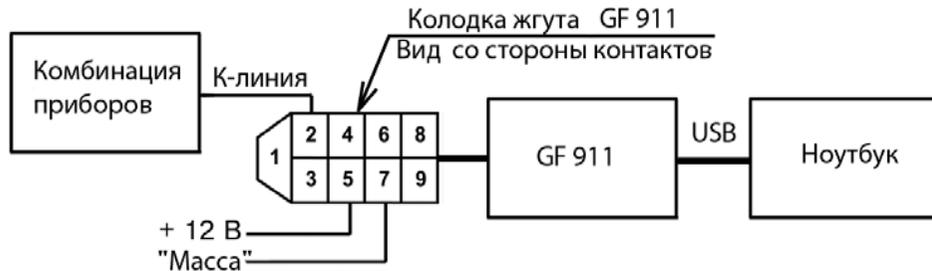

Рис.6. Схема подключений для обновления ПО комбинации приборов GF 683.
- подключить контакты "+", "масса" и "К-линия" 9-ти контактного разъема программатора к разъему диагностики автомобиля согласно приведенной на Рис. 6 схеме.